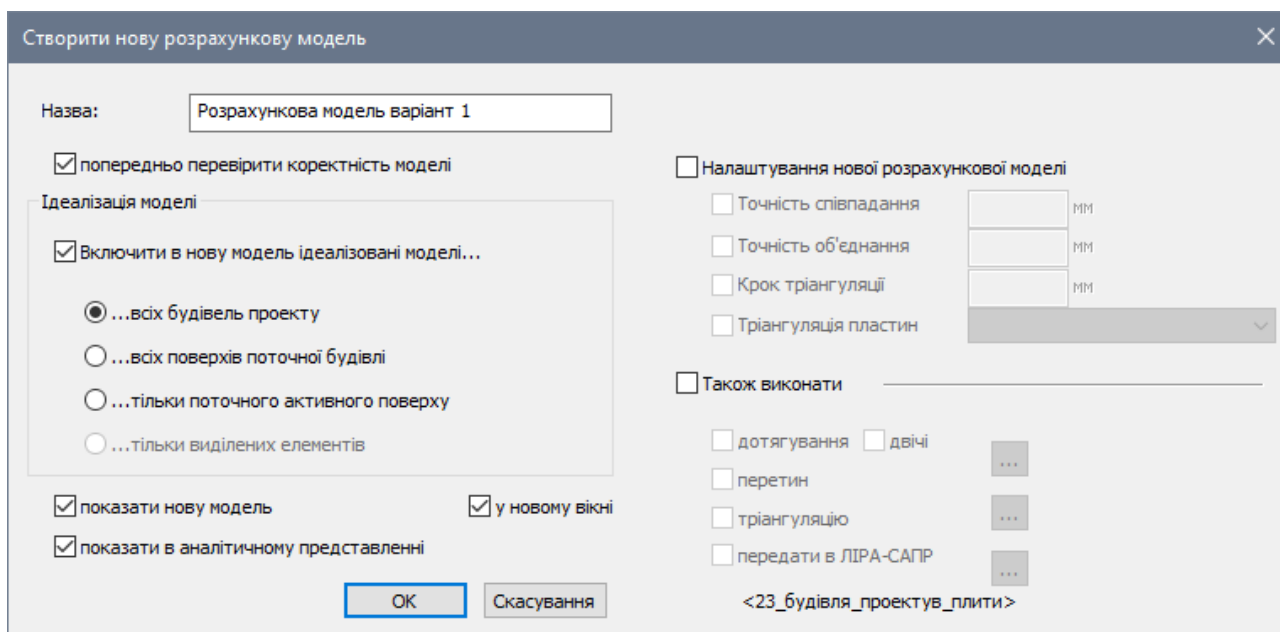

Рис. 23.28. Діалогове вікно Створити нову розрахункову модель
- Викличте діалогове вікно **Створити нову розрахункову модель** (рис. 23.28) натисканням по кнопці